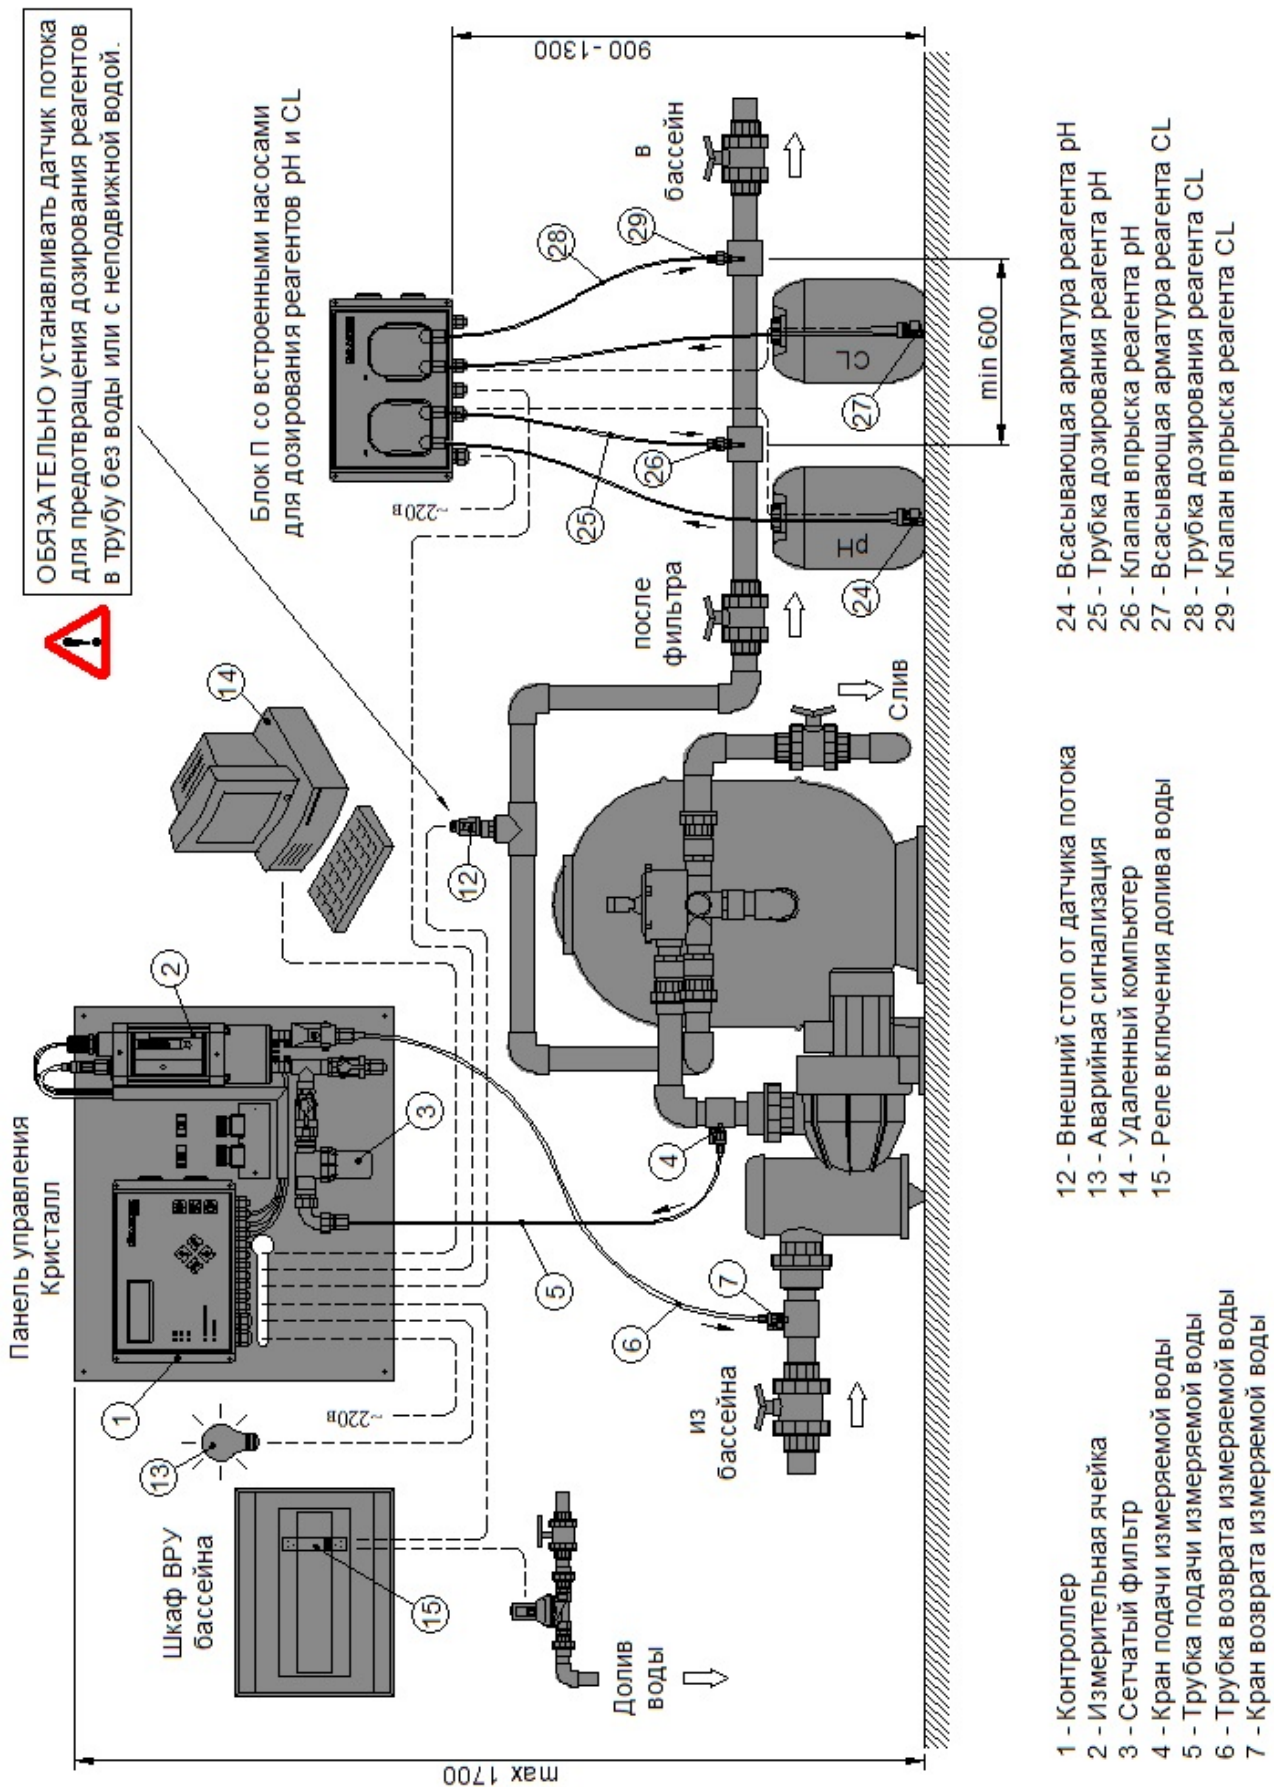

Рис.2-1 Схема размещения оборудования Кристалл П
На рис.2-1 изображен монтаж станции Кристалл П: CL, рН, Rх с отбором воды для измерений из трубопровода фильтрации, а на рис.4.3-1 – электросхема для этого монтажа.
Дозирование реагентов прекращается также при отсутствии потока воды в трубопроводе возврата воды в бассейн после фильтрации. Это необходимо для предотвращения дозирования реагентов в трубу с неподвижной водой или без воды. Для контроля потока воды необходимо установить в трубопровод специальный датчик потока (12), как это показано на рис.2-1. Для повышения точности измерения и дозирования в станции предусмотрена задержка включения дозирующих насосов после появления потока воды в измерительной ячейке или после возобновления фильтрации. Длительность этой задержки устанавливает Покупатель в настройках контроллера.
Дозирование реагентов может также прекращаться при включении долива воды в бассейн, если для этого долива используется электромагнитный клапан. В этом случае управление доливом рекомендуется производить через контактор (15), в котором через одну пару контактов подаётся питание к электромагнитному клапану долива воды, а через другую пару контактов в контроллер подается сигнал о включении долива (как это показано на рис.2-1, 4.3-1). Если нет необходимости или возможности блокировать дозирование реагентов при включении долива воды, то необходимо установить перемычку на клеммы «Долив» внутри контроллера (см. подробнее п.4.3.1).
В домашних бассейнах, на которые требования упомянутого ГОСТ не распространяются, допускается отбирать воду для измерений из трубопровода циркуляционного водообмена (фильтрации), как это показано на рис.2-1 настоящего Руководства. Однако, используя это решение, следует знать, что значения измеряемых показателей воды из ванны бассейна и из трубопровода фильтрации не обязательно будут одинаковыми.
Панель управления станции устанавливается на стену технического помещения бассейна, как это показано на рис.2-1 настоящего Руководства.
Место для установки Панели управления надо выбирать с таким расчётом, чтобы трасса подачи измеряемой воды от точки отбора до измерительной ячейки была по длине не более 4 метров. Если вода для измерений отбирается из трубопровода фильтрации (как это показано на рис.2-1), то отсчёт длины вести от крана подачи измеряемой воды (поз.4 на рис.2-1). Если вода для измерений отбирается непосредственно из ванны бассейна, то отсчёт длины вести от водозабора, установленного в стену ванны бассейна.
Панель управления рекомендуется устанавливать не выше 1700 мм от пола (на уровне глаз), как это показано на рис.2-1, при этом над панелью должно оставаться не менее 200 мм свободного пространства для удобства установки/замены измерительных электродов в измерительной ячейке.
Блок П для дозирования рН и CL устанавливается на стену технического помещения бассейна, как это показано на рис.2-1 и 4.2-2 настоящего Руководства.
Место для установки Блока П рекомендуется выбрать вблизи клапанов впрыска реагентов рН и CL, чтобы минимизировать длину трубок дозирования реагентов (поз.25 и 28 на рис.2-1).
трубок и кабелей всасывающей арматуры (поз.24 и 27 на рис.2-1). При этом справа от Блока П должно оставаться не менее 300 мм свободного пространства для беспрепятственного открывания крышки Блока П.
Кран подачи измеряемой воды устанавливается на напорный трубопровод насоса фильтрации (как это показано на рис.2-1, поз.4) или на напорный трубопровод специального насоса для измеряемой воды
Место для установки крана надо выбирать с таким расчётом, чтобы трасса подачи измеряемой воды от точки отбора до измерительной ячейки была по длине не более 4 метров. Если вода для измерений отбирается из трубопровода фильтрации (как это показано на рис.2-1), то отсчёт длины вести от устанавливаемого крана (поз.4 на рис.2-1).
Кран возврата измеряемой воды устанавливается на всасывающий трубопровод насоса фильтрации (как это показано на рис.2-1, поз.7) или на всасывающий трубопровод специального насоса для измеряемой воды.
Если кран устанавливается на горизонтальном участке трубопровода, то резьбовое отверстие G 1/4" для установки крана должно быть обращено вверх. Если толщина стенки трубопровода в месте установки крана меньше 5 мм, то эту толщину следует увеличить, установив на трубопровод соединительную муфту, как это показано на рис.2-1 и 4.2-4.
добавлялся реагент рН и лишь затем – реагент CL. Расстояние между клапанами должно быть не менее 600 мм, как это показано на рис.2-1, поз.26 и 29.
Если клапаны устанавливаются на горизонтальном участке трубопровода, то резьбовые отверстия G 1/2" для их установки должны быть обращены вверх. Если толщина стенки трубопровода в местах установки клапанов меньше 5 мм, то эту толщину следует увеличить, установив на трубопровод соединительную муфту, как это показано на рис.2-1 и 4.2-5.